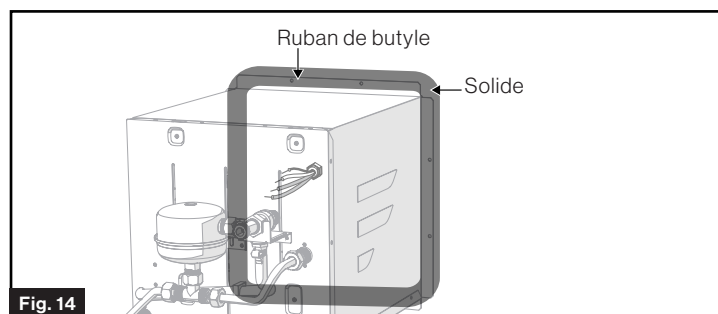

Fig. 14
- Appliquez un produit adéquat d'étanchéité à l'eau, par exemple du ruban de butyle (largeur recommandée : 1 po, non fourni), autour de toute la zone de la bride arrière et des trous. (Fig. 14)